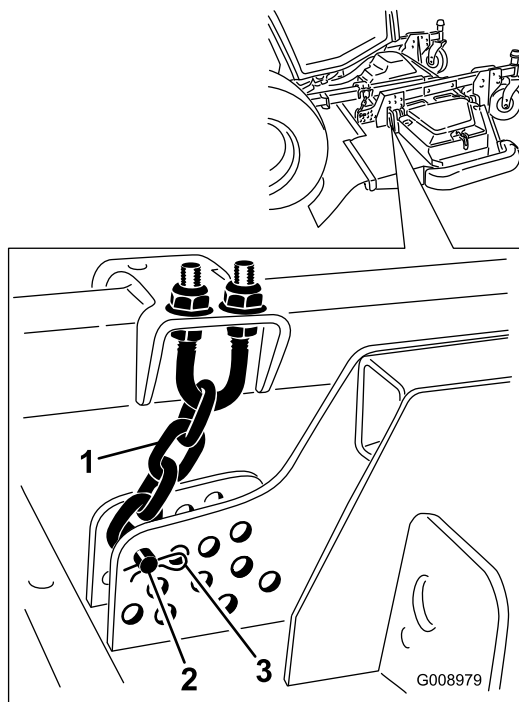

図 25
5. 刈高チェーンをカッティングユニット後部に固定しているヘアピンコッターとクレビスピンを取り外す (図 25)。